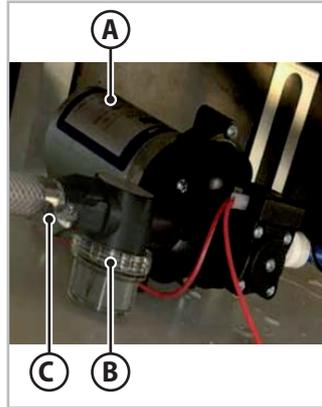

Abb. 7.1 - Externer Wasserpumpenfilter
3. Um an die Wasserpumpe (A - Abb. 7.1) zu gelangen, entfernen Sie die Kissen von der Couch der Dinette und nehmen Sie den Deckel des Trinkwassertank-Stauraums ab.
4. Den Kunststoffanschluss (C - Abb. 7.1) lösen, der den Filter mit der Ablassleitung verbindet.
5. Schrauben Sie den durchsichtigen Deckel (B - Abb. 7.1) des Filters ab und ziehen Sie den Filtereinsatz heraus.
Reinigen Sie den Ausgleichsbehälter (Abb. 7.1) regelmäßig, insbesondere wenn Wasser mit reduziertem Durchfluss aus den Wasserhähnen austritt, obwohl Folgendes zutrifft: